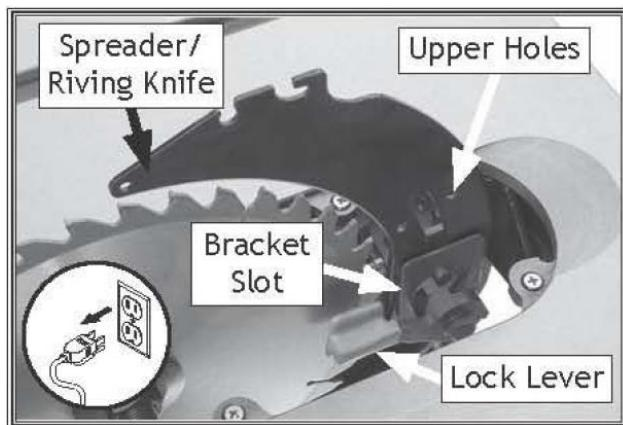

Рисунок 55. Рычаг блокировки, используемый для крепления распределителя.
4. Вставьте верхний набор отверстий на расклинивающем ноже в прорезь кронштейна и затяните рычаг блокировки, чтобы закрепить расклинивающей нож (см. рисунок 55).